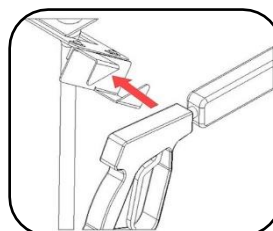

Fig.5
- 1** - Positionner la lance horizontalement et insérer-la dans le porte-pistolet (Fig.5).